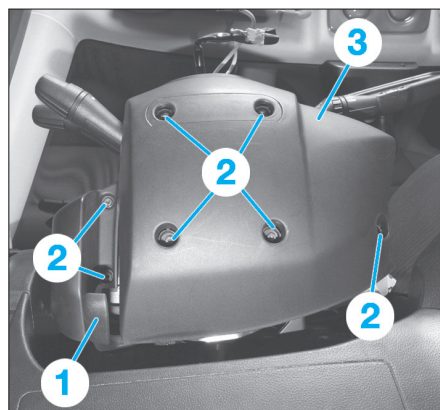

Fig. 3
- Baisser à fond le levier (1) de réglage de la position du volant (Fig.3).
- les vis de fixation (2) de coquille inférieure de la colonne de direction,
- le coquille inférieure (3) de la colonne de direction.